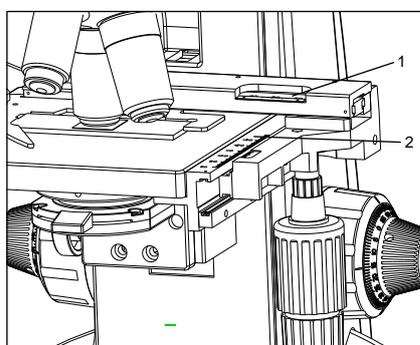

Fig. 9
- 1 La coordinata orizzontale può essere letto in posizione (1) sul modello di titolare (fig.9).
- 2 La coordinata verticale può essere letto in linea l'indice (2).